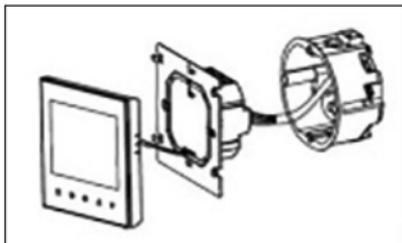

Рис. 5
6.3.1. Отсоедините переднюю панель от монтажной пластины с клеммной колодкой – для этого слегка оттяните и сдвиньте вниз тыльную часть устройства, тогда крючки металлической монтажной пластины выйдут из пазов передней панели термостата и устройство можно будет разъединить на две части, предоставив доступ к крепежным отверстиям монтажной пластины *(рис. 5)*.